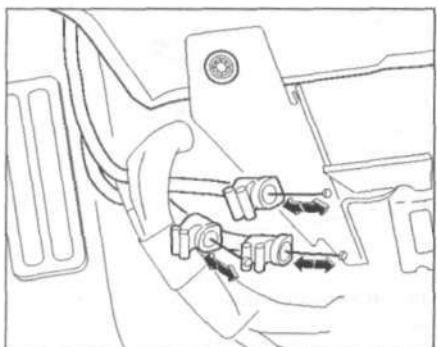

Рис. 12.55. После снятия регуляторов проверьте работу тросов управления. Для этого переместите проушины в направлении стрелок.
7. После снятия регуляторов проверьте работу тросов управления. Для этого переместите проушины в направлении стрелок (рис. 12.55).